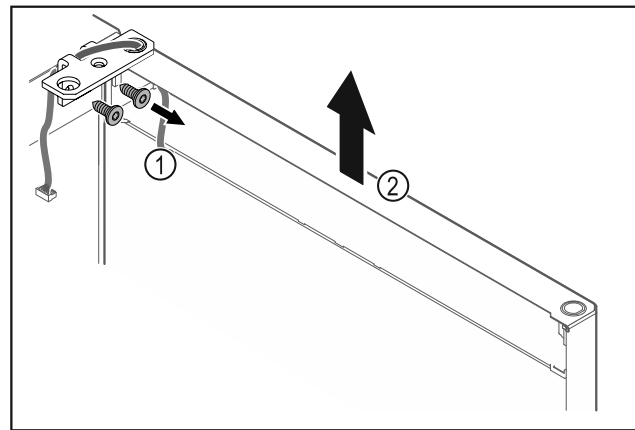

Fig. 28
- Dévisser l'équerre de la charnière Fig. 28 (1).
- Soulever la porte (équerre de charnière incluse) Fig. 28 (2) d'environ 200 mm et la retirer.